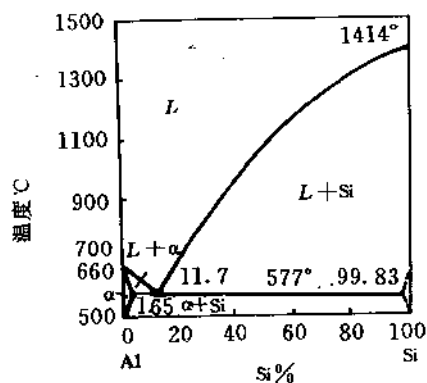

图 5-4
6. 发动机活塞用 Al-Si 合金铸件制成,根据相图(图 5-4),选择铸造用 Al-Si 合金的